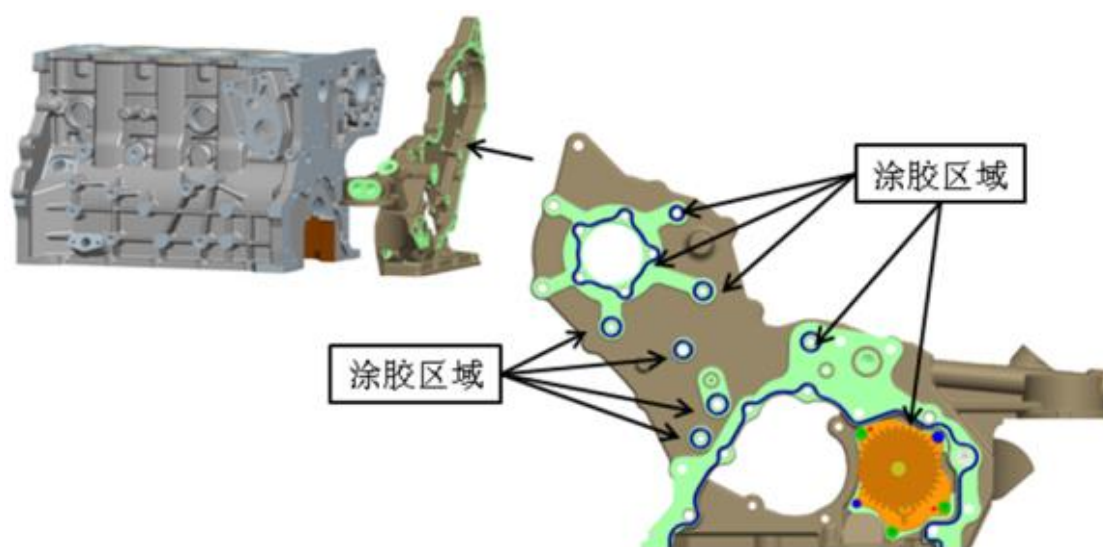

图7 一级盖板安装图
6.5.3 安装带有机油泵壳体的一级前盖板。安装前清洁壳体表面，在图7中标示区域涂抹密封胶。